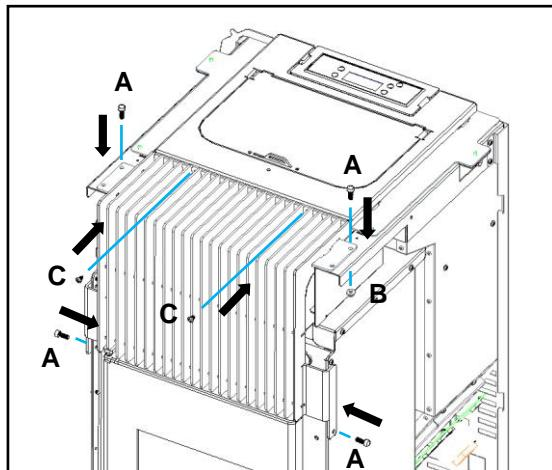

Figura 34 – Aperto da grelha frontal
- c) Na parte superior da grelha fixar com dois parafusos **C** (DIN 7981 4,2x9,5) directamente no tampo anteriormente colocado, de seguida fixar com dois parafusos **A** (DIN 912 M5x12) e utilizar porcas **B** (Porcas M5 DIN 6923), por fim, na parte inferior fixar com dois parafusos **A** (DIN 912 M5x12) directamente na máquina, como demonstra a Figura 34.